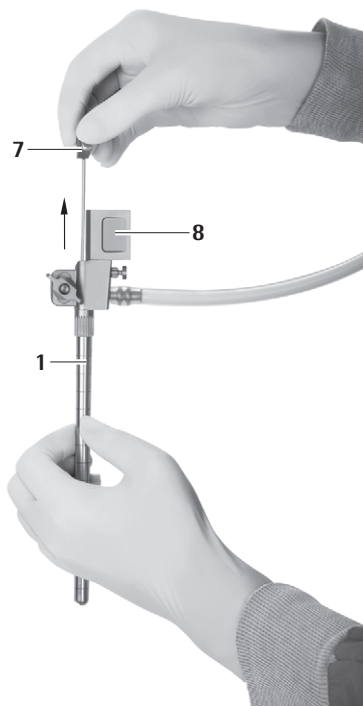

Fig. 9
- Dra ut obturatoren för oval arbetskanal **7** försiktigt ur MINOP InVent-troakaren **1**, se Fig. 9.